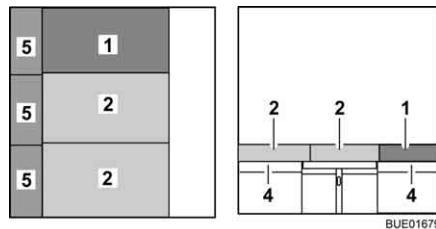

Bild 119 Efter ombyggnaden
- Drag sittdynorna (Bild 119,2) till bordets mitt.
- Skjut in den tredelade extra dynan (Bild 119,5) mellan sittdynorna och väggen.
- Lägg en ryggdyna (Bild 119,1) mellan sittdynan och sittbänkens bakvägg.